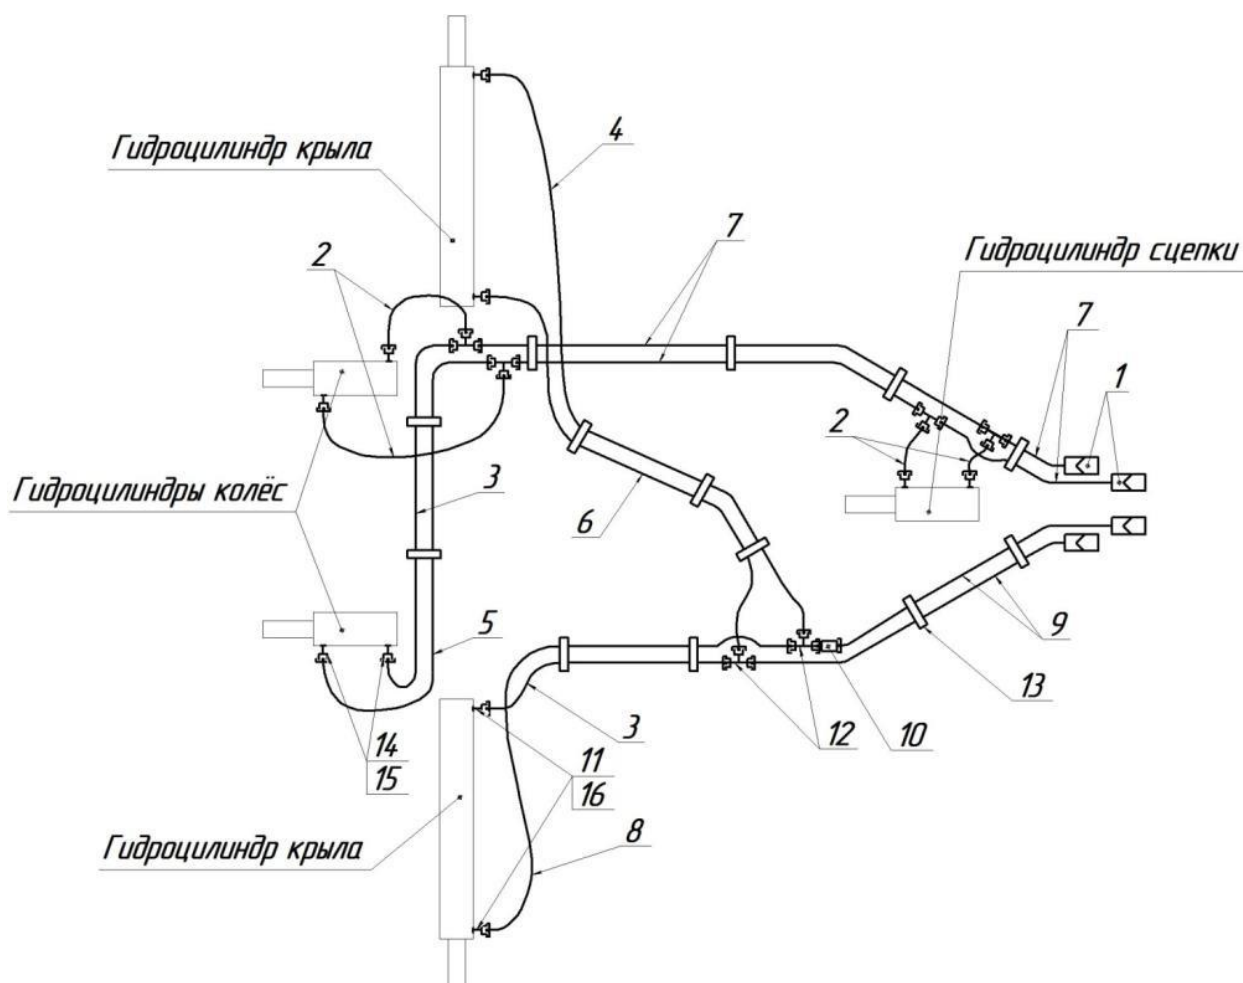

Рис. 4.7.1. Компоненты гидросистемы дисковой борона 8004
4.7.1. Установите узлы и детали гидросистемы посевного агрегата в соответствии с рис. 4.7.1. Номера узлов и деталей см. в табл.4.7.1 и на бирках.